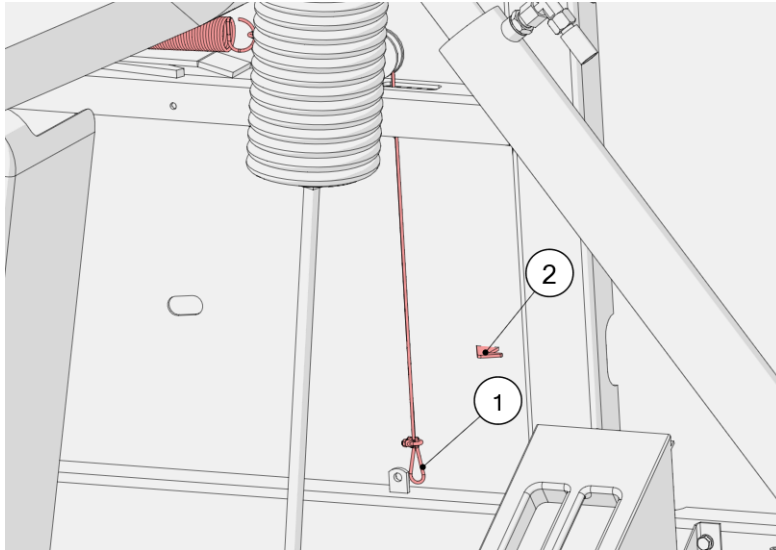

Figura 65. Bloqueo del brazo oscilante
- Bloquee el brazo oscilante colocando el cable (1) en el gancho (2), como se muestra en la figura 65;